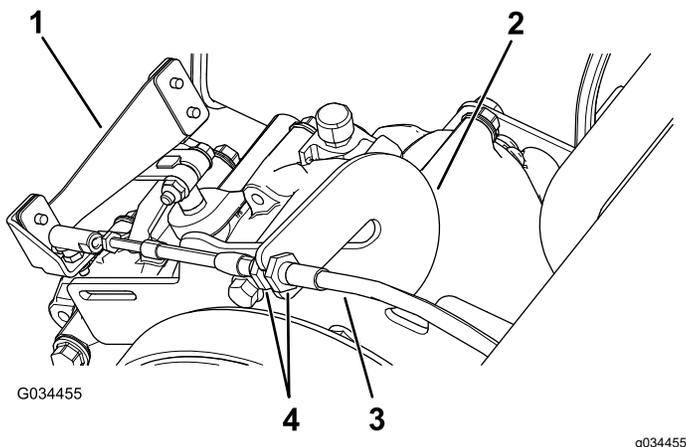

Рисунок 57
1. Ослабьте контргайки на тросе переключения передач и отрегулируйте их при необходимости (Рисунок 57).
2. Проверьте положение переключения передач, повернув рычаг переключения передач в три различных положения и проверив правильность перемещения рычага переключения передач (Рисунок 57) при их переключении; см. Рычаг и индикатор переключения передач (страница 13).